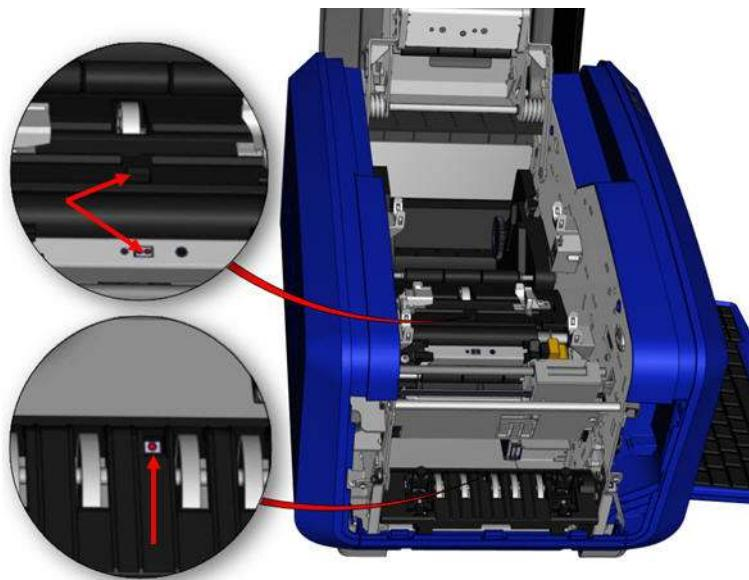

Рис. 14 • Расположение датчиков
4. Очистите другие три датчика, показанных на рис. 14.